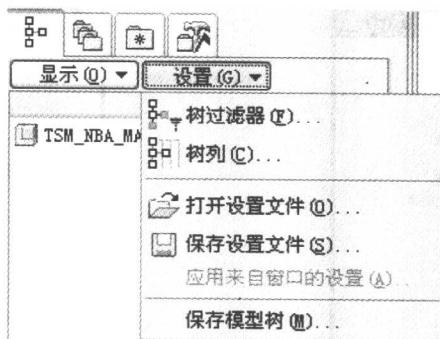

图 1-7 “设置”下拉菜单
- 1) 在导航区的 (模型树) 选项卡中, 单击模型树上方的“设置”按钮, 打开如图 1-7 所示的下拉菜单。